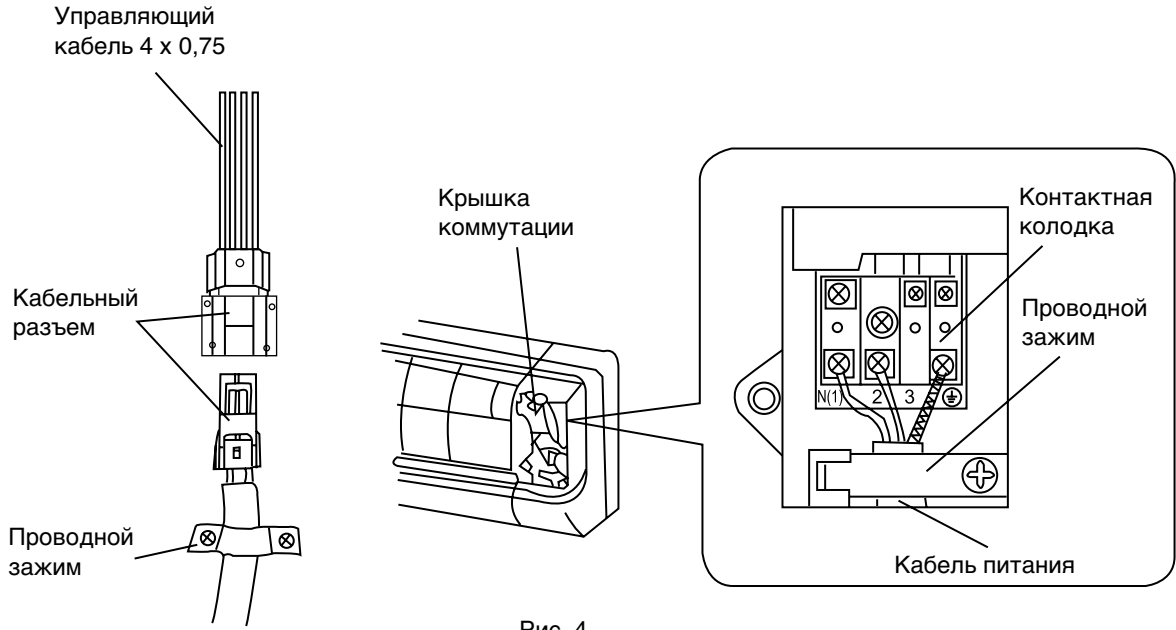

Рис. 4
2. Снимите крышку коммутации (рис. 4).
4. Подключите синий провод кабеля питания к клемме "N(1)", коричневый – к клемме "2", красный – к клемме "3" и желто-зеленый (провод заземления) – к клемме \perp , как показано на рис. 4.